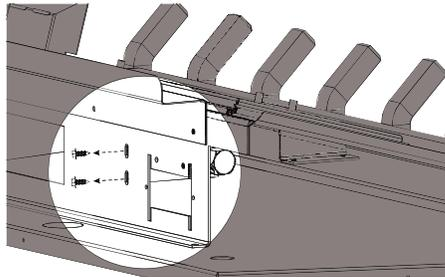

FIG. 2: Vue de Côté/Arrière de l'Assemblage de Soupape
3. Retirez les deux vis qui fixent le support d'orifice en place (Fig. 2).